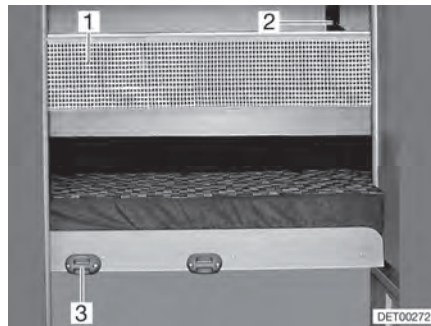

Bild 78 Sicherungsnetz
- Die Aufstiegsleiter mit den Holmen in die Halterung (Bild 78,3) an der Blende einhängen.
Das Sicherungsnetz (Bild 78,1) ist serienmäßig zwischen Matratze und Lattenrost verstaut. Das Sicherungsnetz erst aufspannen, wenn sich die Person bereits im Bett befindet.
- Die Haltebänder (Bild 78,2) in die Halterungen an der Decke einrasten.